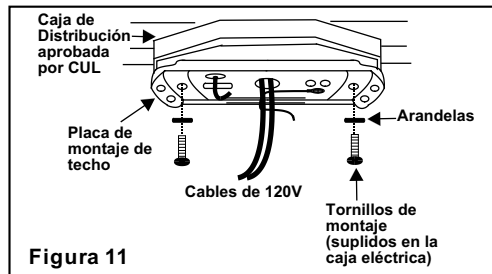

Figura 11
1. Introduzca los cables de suministro de 120 voltios en el agujero céntrico de la placa de montaje ubicada en el cieloraso como se muestra en la Figura 11.
2. Instale la placa de montaje sobre la caja de conexiones usando los tornillos provistos con la caja de conexiones. Fíjese que el lado plano de la placa de montaje quede junta a la caja de conexiones (Figura 11). Cuando instale el ventilador próximo al techo es importante que el soporte de montaje rápido este nivelado. De ser necesario use arandelas de nivel (no incluidas) entre el soporte de montaje y la caja de electricidad. El lado plano del soporte de montaje rápido deberá estar hacia la caja de electricidad (Figura 11).